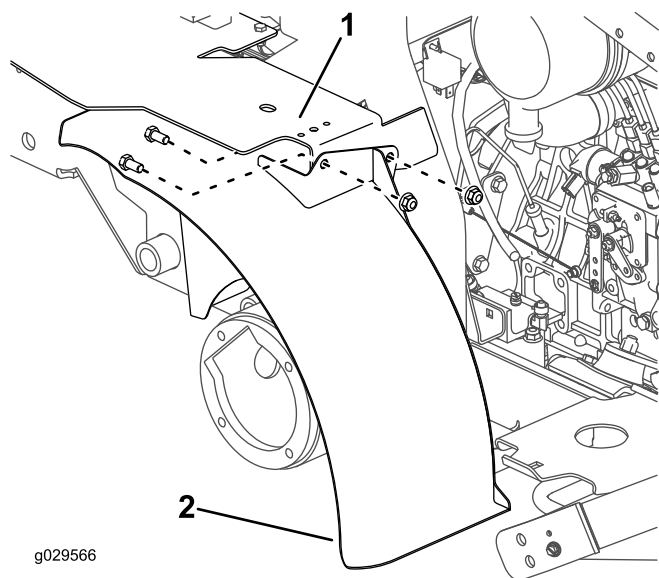

Рисунок 9
6. Присоедините, не затягивая, кронштейн на верхней части левого крыла к кронштейну топливного бака с помощью 2 болтов (3/8 x 3/4 дюйма) и 2 гаек (3/8 дюйма), как показано на Рисунок 9.